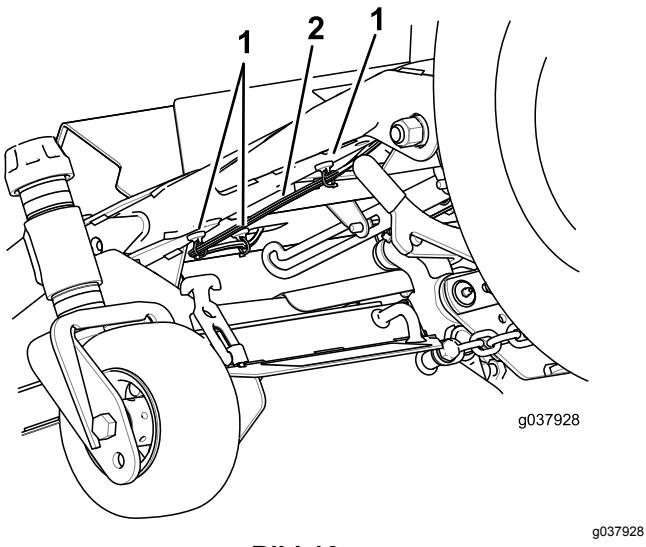

Bild 16
4. Befestigen Sie den Kabelbaum mit Magnethaltern, die in Bild 16 abgebildet sind.